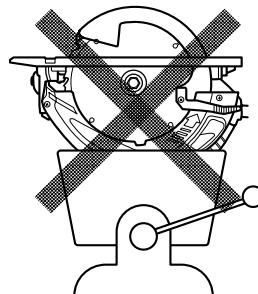

Fig. 7
- 25. No intente nunca cortar colocando la sierra circular de manera invertida sobre un banco de trabajo. Esto es sumamente peligroso y puede producir accidentes de gravedad. (Fig.7)**